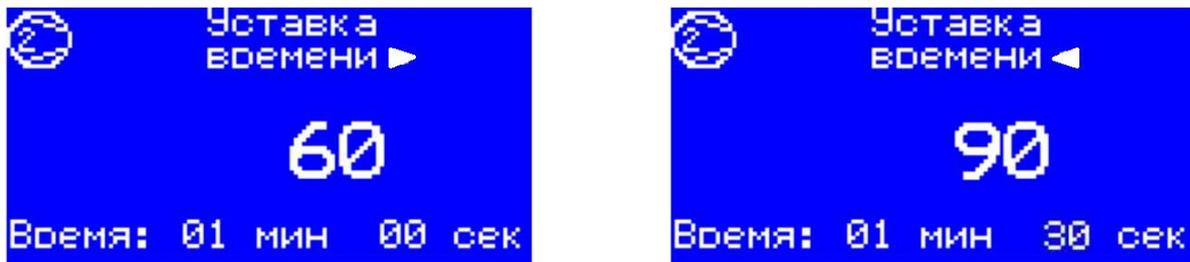

Рис. 10 - Экраны изменения уставки времени прохождения камеры правого и левого полотна
- для изменения значения уставки времени прохождения камеры правого или левого полотна в соответствующем окне нажмите клавишу ВВОД на экране изменения уставки времени прохождения камеры, отредактируйте значение нажатиями на клавиши ВВЕРХ или ВНИЗ и сохраните значение нажав клавишу ВВОД (см. Рис. 10);